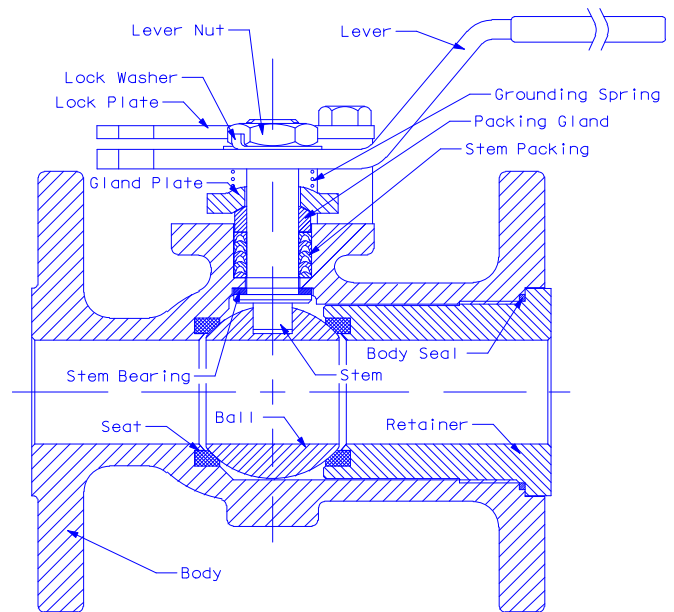

Abb. 2: Typisches Ventil mit einteiliger Konstruktion
- **Nur für 1-teilige Konstruktion** Den Sicherungsring einsetzen und Sicherungsring in den Ventilkörper hineinschrauben. Siehe Abbildung 2.